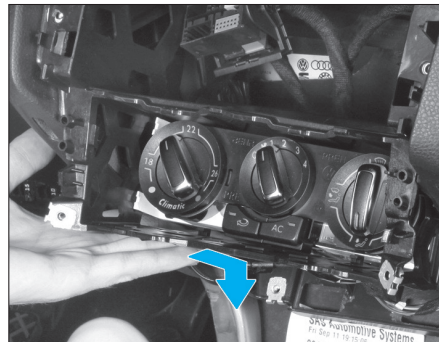

FIG. 21
• Repousser la commande de chauffage, puis l'extraire par l'arrière de la planche de bord (Fig.21).